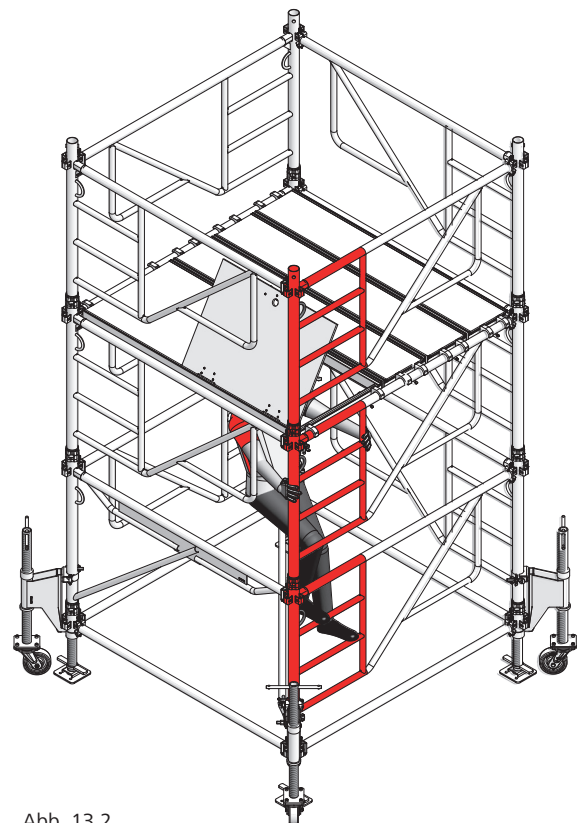

Abb. 13.2
18. Über die im Rahmen MT 100 integrierte Leiter zur Ebene 2 aufsteigen (Abb.13.2)